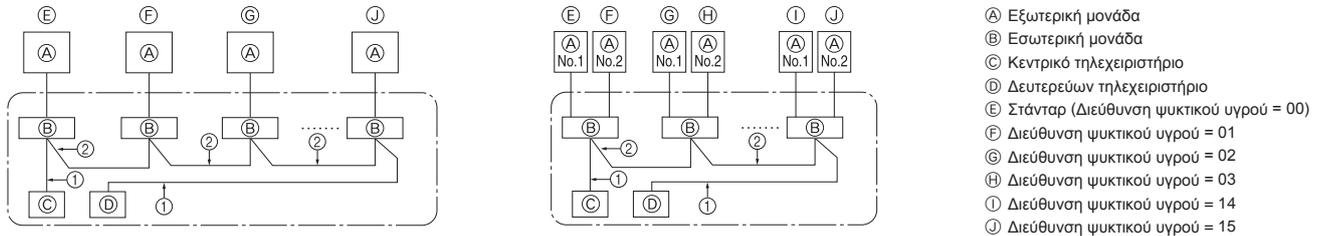

Fig. 6-2
### 6.1. Εξωτερική μονάδα (Fig. 6-1, Fig. 6-2)
(1) Αφαιρέστε το πλαίσιο συντήρησης.
(2) Συνδέστε τα καλώδια που αναφέρονται στην Fig. 6-1 και στην Fig. 6-2.